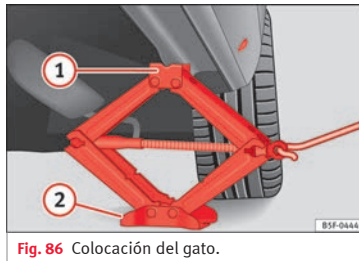

Fig. 86 Colocación del gato.
• Gire la manivela del gato*, situado bajo el punto de apoyo del larguero, para elevarlo hasta que la pestaña ① » fig. 86 quede situada bajo el alojamiento previsto.
• Alinee el gato* de modo que la pestaña ① “agarre” en el alojamiento previsto del larguero y la placa base móvil ② quede apoyada en el suelo. La placa base ② debe caer en la vertical respecto al punto de apoyo ①.